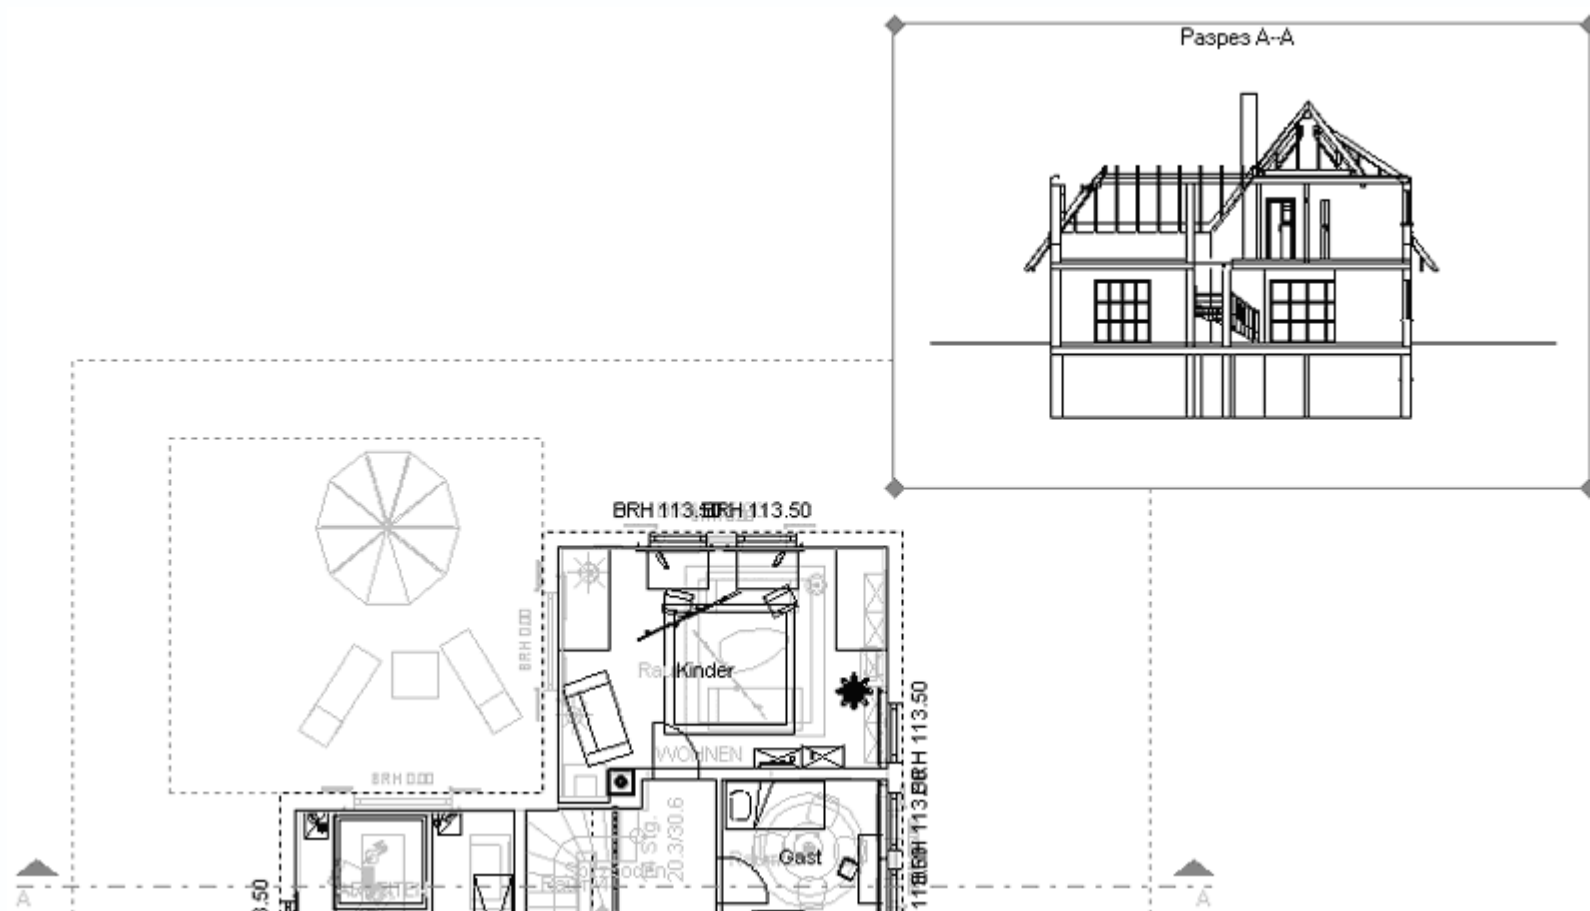

Рис. 1.10. Разрез и его отображение на плане
– предназначена для демонстрации сечений здания. Перед включением отображения разрезов их необходимо создать с помощью команды Определить разрез. Когда кнопка Разрезы показать/скрыть нажата, указанное сечение (их может быть несколько) отображается на плане в небольшой прямоугольной области, ограниченной тонкой красной линией с красными маркерами по углам (рис. 1.10). С помощью кнопки мыши эту область можно перетаскивать и размещать в любом месте текущего графического листа. Если кнопка Разрезы показать/скрыть не нажата, прямоугольная область с изображением сечения исчезнет, что не означает, что пропало само сечение.